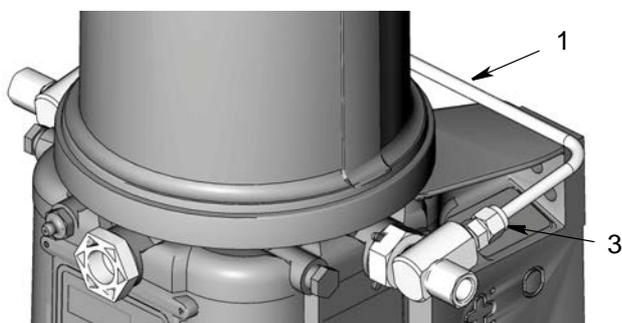

FIG. 5
10. Installer le tube (1) entre les deux raccords banjo. Il peut être nécessaire de desserrer le raccord banjo pour installer ce tube (FIG. 5).